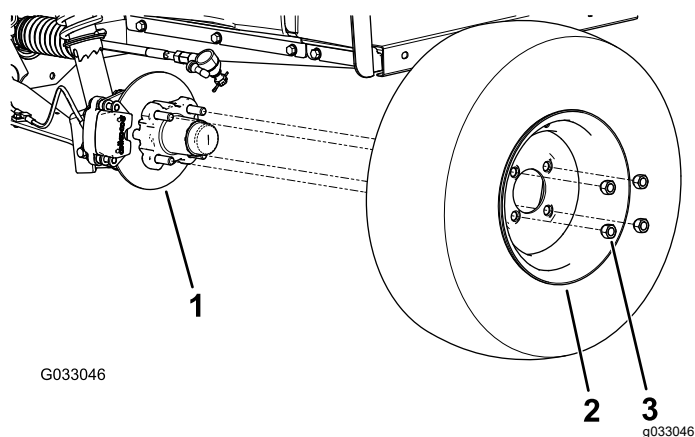

Figure 28
2. Retirez les 4 écrous qui fixent la roue sur le moyeu (Figure 28).
4. Alignez les trous de la roue et les goujons du moyeu, puis montez la roue sur le moyeu en plaçant la valve à l'extérieur (Figure 28).
5. Fixez la roue au moyeu avec les écrous de roue (Figure 28). Serrez les écrous de roues à un couple de 108 à 122 N·m (80 à 90 pi-lb).